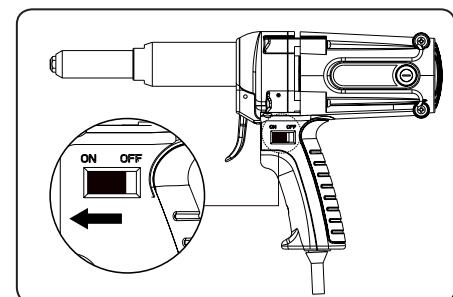

Fig.3
- Conmute el conector de funcionamiento de la pistola remachadora a la posición "ON", véase fig.3.